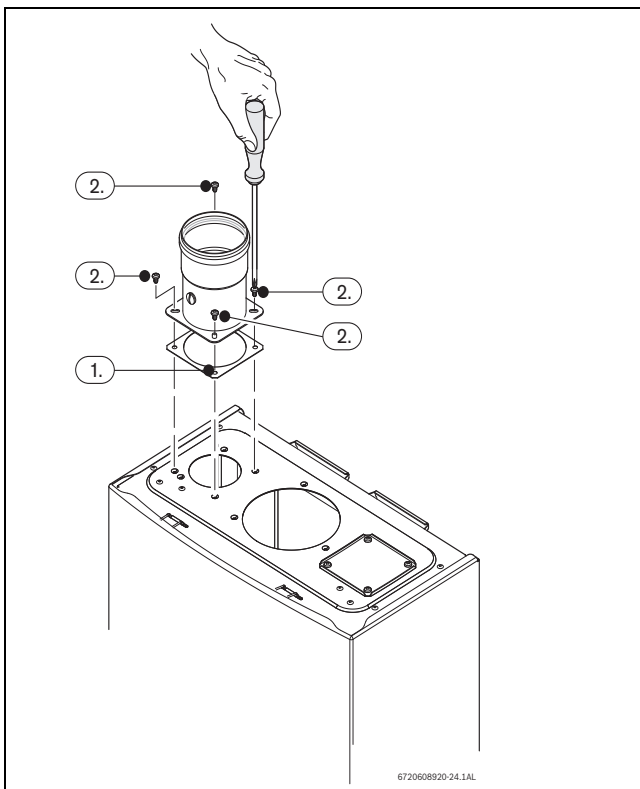

Рис. 29
- ▶ Встановіть прокладку між апаратом та патрубком, див. Рис. 29, поз. 1.
- ▶ Затягніть 4 гвинти повітрязабірного патрубку, див. Рис. 29, поз. 2.